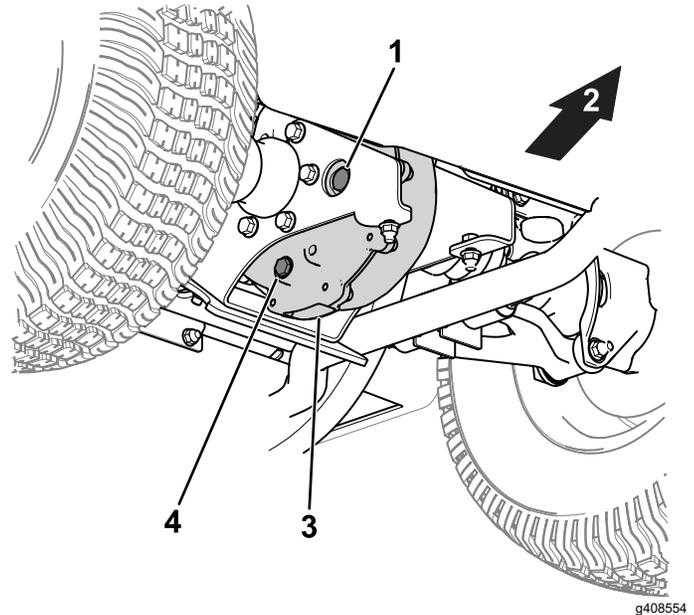

Figure 43
1. Enlevez le bouchon de remplissage de la boîte-pont (Figure 43).
2. Si le niveau de liquide est trop bas, enlevez le bouchon de remplissage et ajoutez le liquide spécifié jusqu'à ce qu'il ressorte par l'orifice (Figure 43).
1. Placez un bac de vidange sous le bouchon de vidange (Figure 43).
2. Enlevez le bouchon de remplissage (Figure 43).
3. Enlevez le bouchon de vidange pour permettre à tout le liquide de s'écouler (Figure 43).